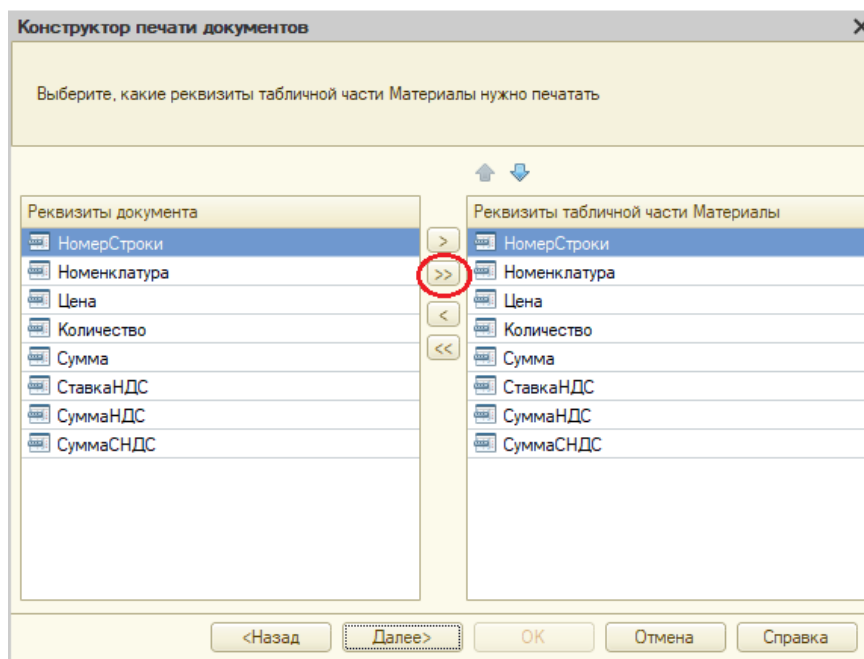

Рисунок 16.9 – Конструктор печати. Шаг 3
12. На третьем шаге точно так же определим, что все реквизиты табличной части документа будут отображены в печатной форме (рисунок 16.9).